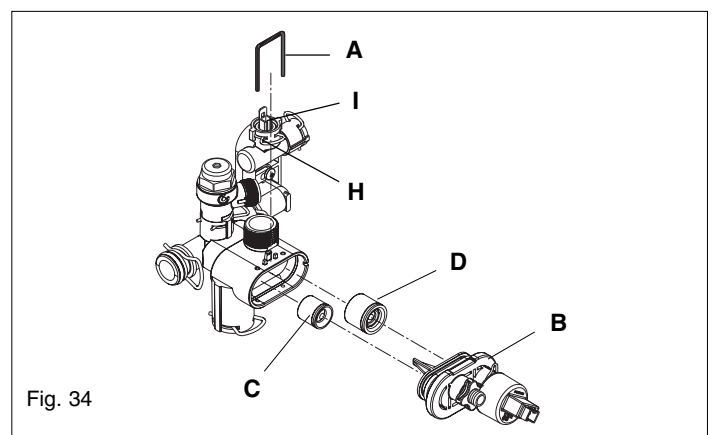

Fig. 34
6.22 DHW THERMISTOR (fig. 34)
6.23 AUTOMATIC BY-PASS & DHW NON-RETURN VALVE (fig. 34)